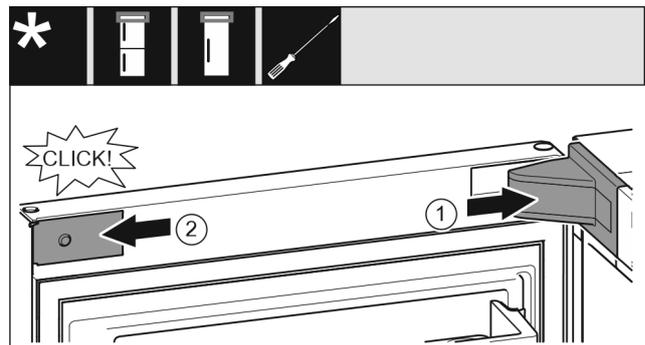

Fig. 23
- ▶ Sett på lagerdekselet og la det klikke på plass, ev. trykk det forsiktig fra hverandre. Fig. 23 (1)
- ▶ Sett dekselet på på siden, og la det klikke på plass. Fig. 23 (2)